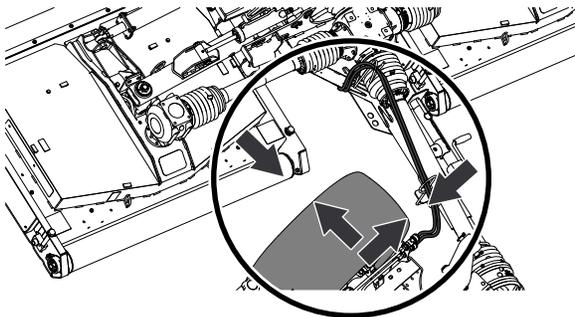

図 43
3. 牽引車両のタイヤとモアが接触しないことを確認しながら巡回してください 図 43。